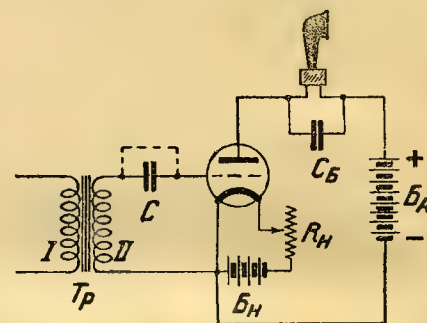
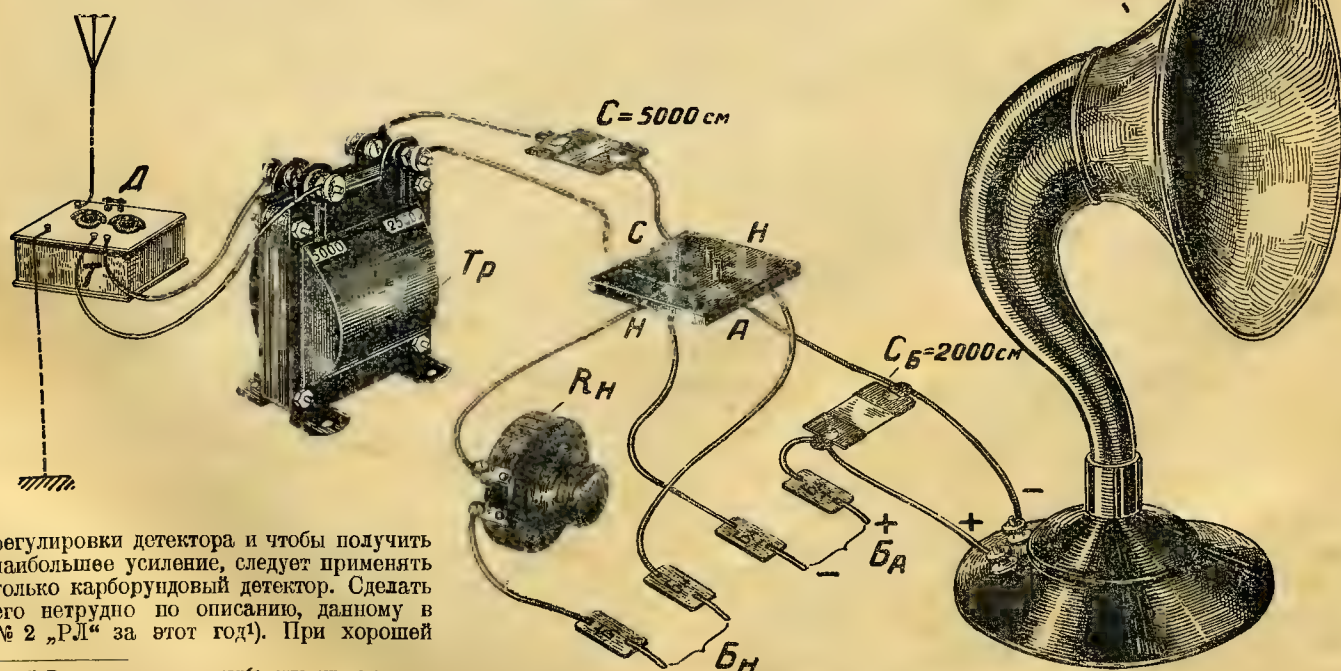

Рис. 1. Принципиальная схема однолампового усилителя низкой частоты.
Рис. 2. Развернутая (наглядная) схема усилителя.
Принципиальная схема предлагаемого усилителя дана на рис. 1. Та же схема, в наглядном виде, показана на рис. 2.
Прежде чем монтировать усилитель в ящике по нижеприводимой схеме, полезно проверить его, собравши на столе, по схеме рис. 2. На этой схеме придется выяснить, нужен ли, при той лампе, которую вы купили, конденсатор C .
Сборка схемы на столе и присоединение ее к приемнику может быть легко произведено, согласно рис. 2, из которого все соединения совершенно ясны. Дадим только несколько практических замечаний.
1. При всех подобных „летучих“ схемах, на проводники, присоединяемые к батареям, во избежание ошибки в их соединении и происходящей отсюда возможности сжечь лампу, следует надевать небольшие (показаны на рис. 2) пластинки из тонкой фанеры, или из картона, на которых должны быть сделаны надписи, к какой батарее и к какому ее полюсу (для батареи накала, в частности, полярность особой роли не играет) присоединяется этот проводник.